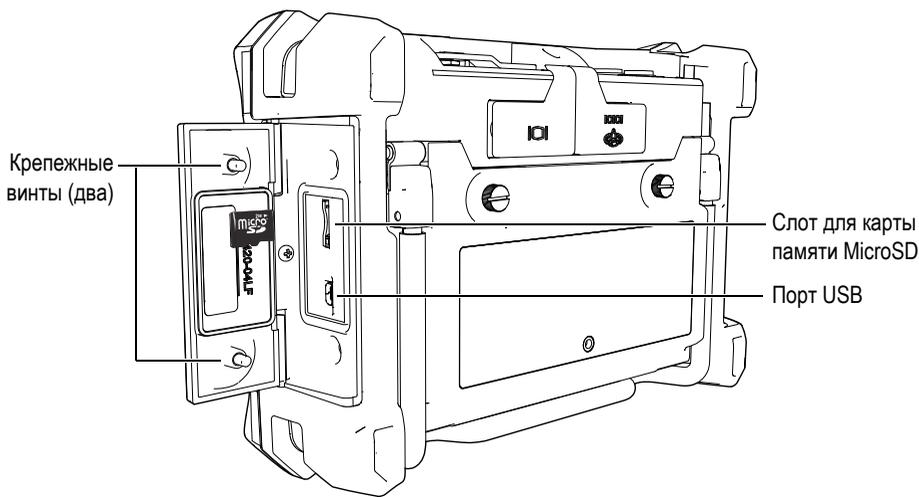

Рис. 1-13 Установка карты памяти MicroSD
2. Ослабьте крепежные винты (2) и откройте дверцу отсека вводов-выводов на боковой панели NORTEC 600 (см. Рис. 1-13 на стр. 31).